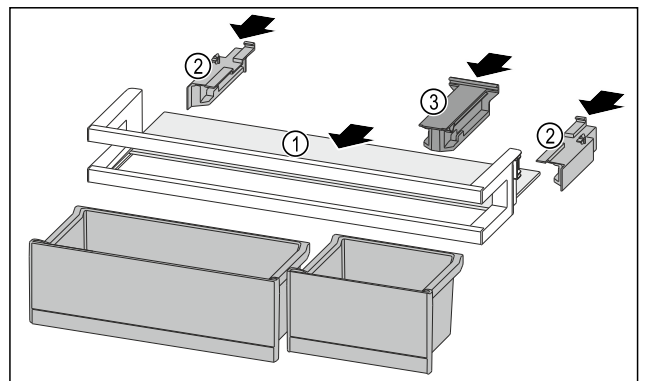

Fig. 122
- ▶ Вкарайте рафта Fig. 122 (1) в страничните прорези.
- ▶ Поставете страничните части Fig. 122 (2).
- ▶ Поставете задържащата част Fig. 122 (3).